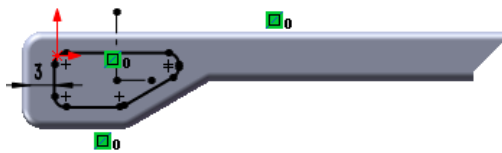

图 13.4.27 编辑草图
(4) 编辑草图, 如图 13.4.27 所示。退出草图环境, 完成成形特征 1 的创建。